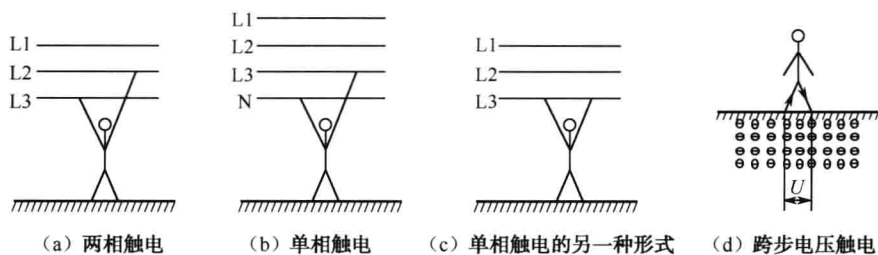

图 1.1.13 触电形式
(2) 触电形式与安全措施, 如图 1.1.13 所示。
① 两相触电形式如图 1.1.13 (a) 所示。安全措施是进行单线操作, 并要求穿上绝缘鞋。
② 单相触电形式如图 1.1.13 (b)、图 1.1.13 (c) 所示。安全措施与两相触电形式相同。
③ 跨步触电形式如图 1.1.13 (d) 所示。安全措施单脚着地离开危险区。